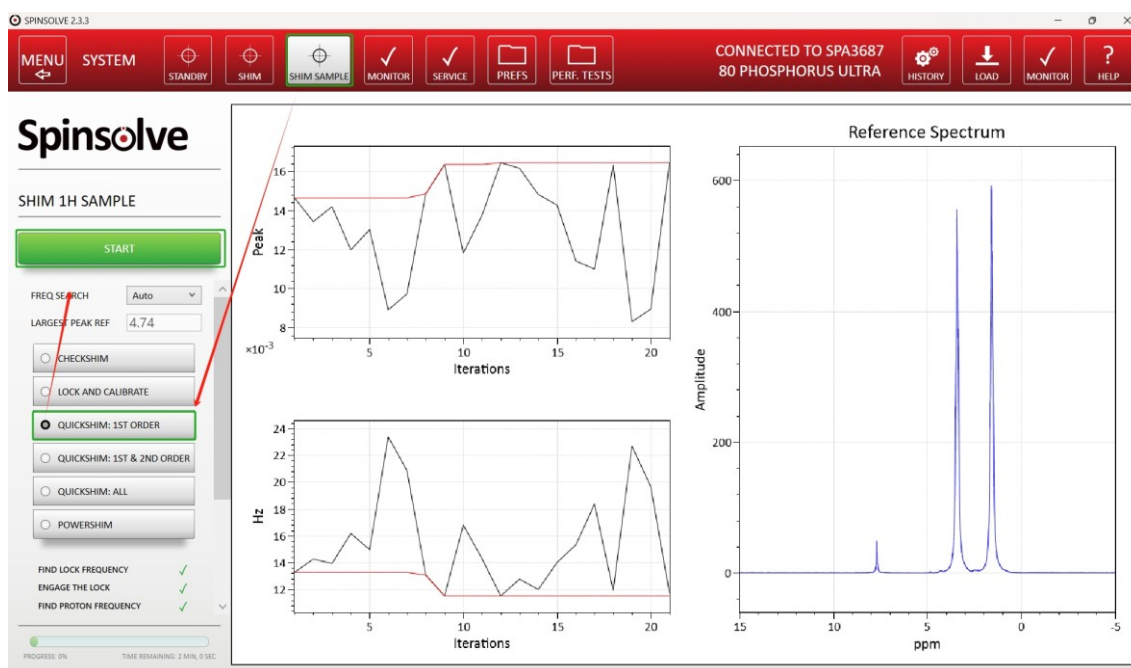

图 6-9
- (b) 在样品测试前可以选择对样品进行快速匀场（图 6-9），此步骤也可以省略。